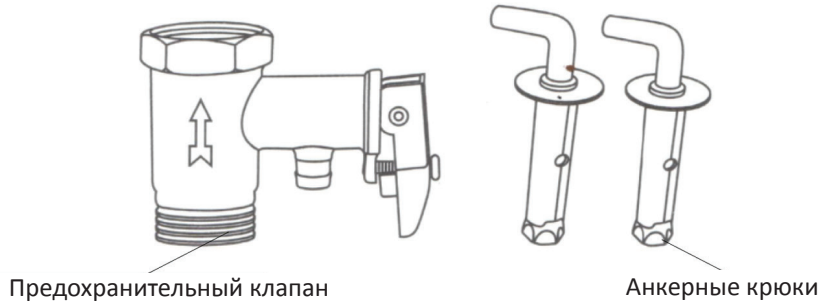

Рис. 3
1. **Обязательно используйте для установки аксессуары из комплекта поставки (см. рис. 3).**